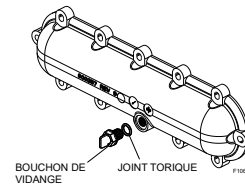
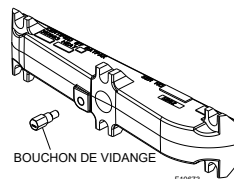

Figure 64. Bouchon de vidange du raccord de retour, modèles résidentiels (préfixe P)
Figure 65. Robinet de vidange du collecteur de retour, distributeur en bronze (préfixe B)
2. Retirez l'assemblage ProTek Shield™ (le cas échéant). Retirez le panneau d'inspection de l'échangeur de chaleur situé sur le côté opposé des raccords d'eau pour accéder au bouchon de vidange du raccord de retour. Ouvrez le bouchon de vidange du raccord de retour, Voir **Figure 64** et **Figure 65**.